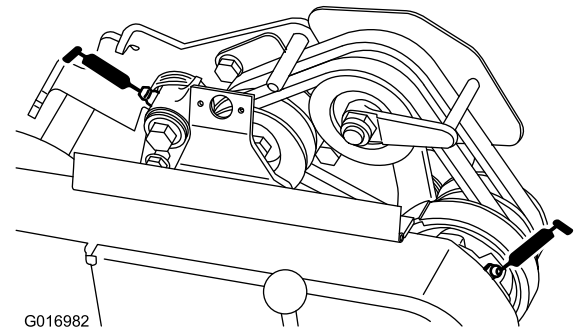

Figure 20
- 2 sur les pivots de renvoi de courroie (Figure 20).